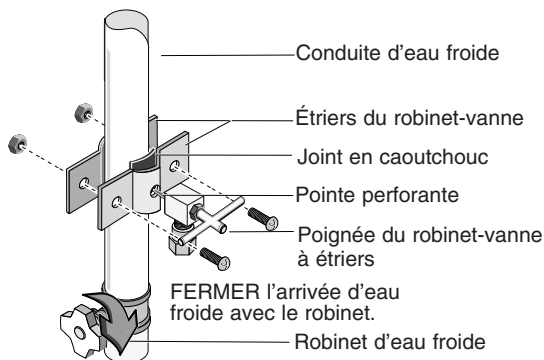

Figure 5
Pose du robinet-vanne à étriers; se reporter à la Figure 5.
2. Poser le robinet-vanne à étriers sur la conduite d'eau froide, comme il est illustré à la Figure 5.